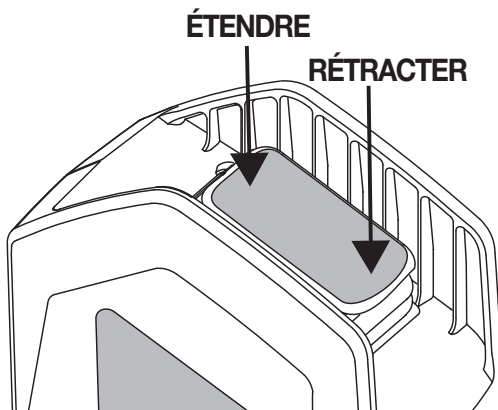

Figure 8
- Appuyer deux fois sur **Extend** (Étendre) sur le commutateur de télécommande pour activer le fonctionnement à distance (Fig. 8). Tester la connexion en double-cliquant et en maintenant le commutateur de télécommande enfoncé. À la fin d'un cycle de coupe, la lame s'ouvrira automatiquement.